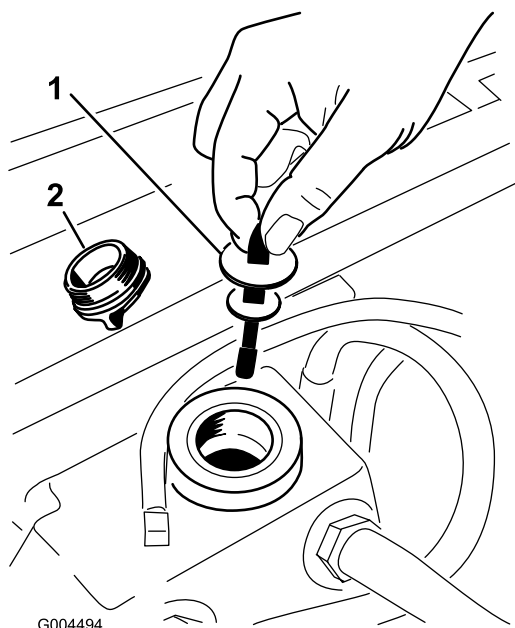

Рисунок 46
5. Снимите крышку заливной горловины бака гидравлической жидкости (Рисунок 46).
6. Выверните масломерный щуп и протрите его чистой ветошью (Рисунок 46).
7. Вставьте масломерный щуп в заливную горловину; затем извлеките его и проверьте уровень жидкости (Рисунок 46).